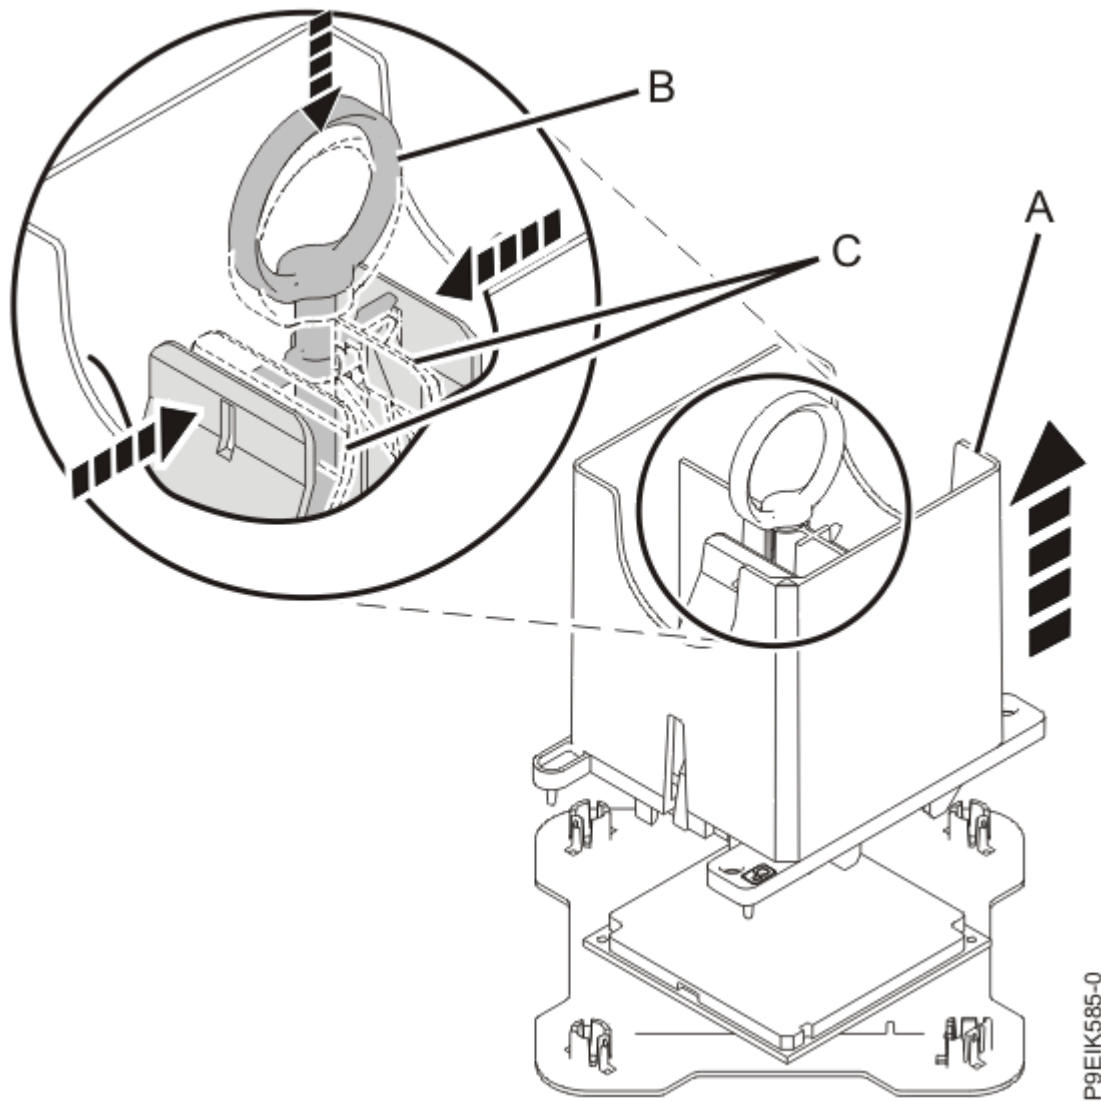

Abbildung 13. Systemprozessormodul und Werkzeug trennen
7. Entriegeln Sie das Systemprozessormodul, indem Sie den Ring **(B)** nach unten drücken. Halten Sie den Ring **(B)** nach unten, während Sie die blauen Hebel **(C)** nach innen drücken (siehe Abbildung 13 auf Seite 16). Stellen Sie sicher, dass der Ring an den Öffnungen auf den blauen Hebeln einrastet und dass sich die blauen Hebel in einer festen Position befinden.